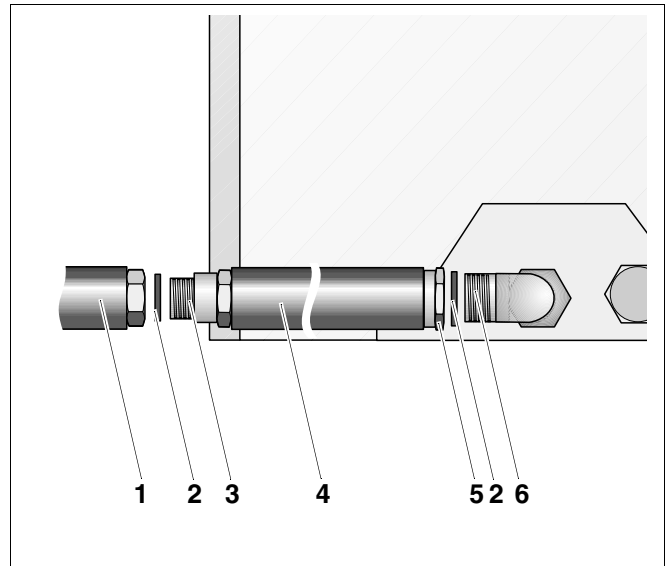

Abb. 3 Langes Verlängerungsstück am Rücklauf des Warmwasserspeichers montieren
- Flachdichtung (Abb. 3, **Pos. 2**) in die Überwurfmutter des langen Verlängerungsstückes (Abb. 3, **Pos. 5**) einlegen.
- Überwurfmutter (Abb. 3, **Pos. 5**) auf das Gewinde des Anschlusswinkels (Abb. 3, **Pos. 6**) handfest schrauben.
- Flachdichtung (Abb. 3, **Pos. 2**) auf das Gewinde des langen Verlängerungsstückes (Abb. 3, **Pos. 3**) schieben.
- Gewinde des langen Verlängerungsstückes (Abb. 3, **Pos. 3**) in das Gewinde der Kessel-Speicher-Verbindungsleitung (RS – Abb. 3, **Pos. 1**) eindrehen.